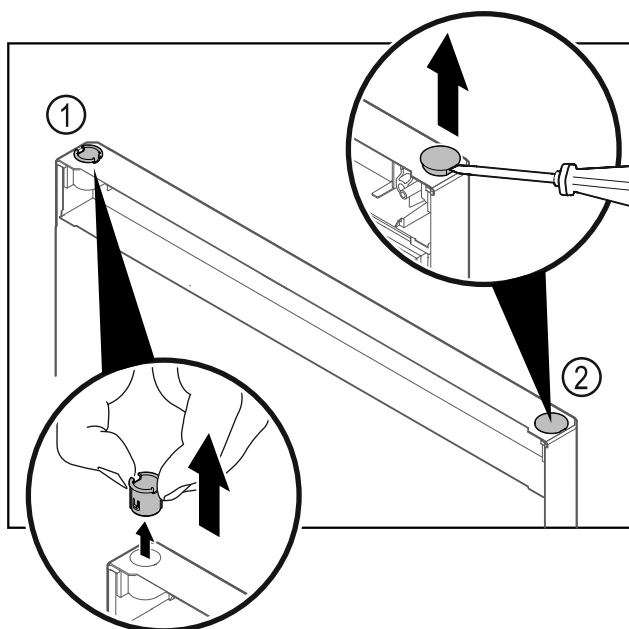

Fig. 25
- Pouzdro závěsu Fig. 25 (1) vytáhněte prsty.
- Krycí zátku Fig. 25 (2) opatrně nadzvedněte plochým šroubovákem a vytáhněte.